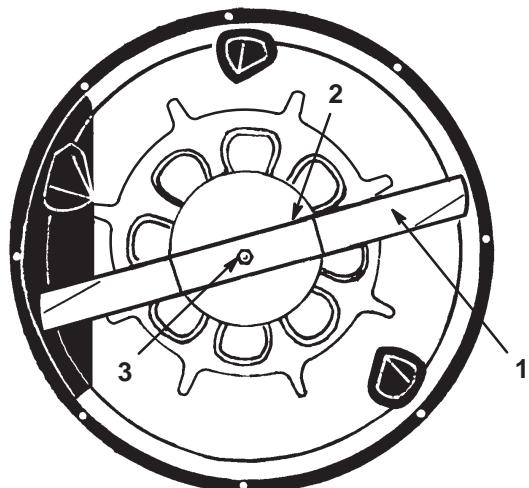

Bild 28
6. Halten Sie das Ende des Messers mit einem stark wattierten Handschuh oderwickeln Sie einen Lappen um es herum. Entfernen Sie die Messerschraube, die Wellenscheibe, die Messerverstärkung und das Schnittmesser (Bild 28). Sie können einen Holzklotz zwischen das Schnittmesser und das Mähwerk keilen, um das Schnittmesser beim Entfernen der Schraube zu blockieren.
1. Bauen Sie das Messer, die Messerverstärkung, die Wellenscheibe und die Messerschraube ein (Bild 28).